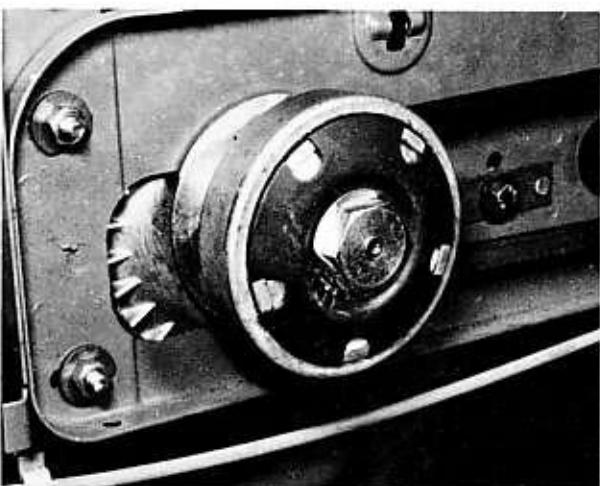

Bild 68
- An den Variomat-Modellen sitzt der Fliehkraftregler auf der Kurbelwelle (anstelle der Fliehkraftkupplung bei den Eingangmodellen). Zum Ausbauen des Reglers das Sicherungsblech zurückbiegen und die Befestigungsmutter abschrauben (Bild 68). Wenn nötig die Riemscheibe mit einem Riemenschlüssel festhalten oder einen Schraubendreher vorsichtig zwischen die Flügel des Lüfterrades einführen.